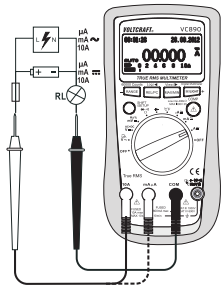

图 3
3. 将红色测试引线插入 mA μA 或 10A 测量插口 (5 或 6)。将黑色测试引线插入 COM 测量插口 (8) (图 3)。